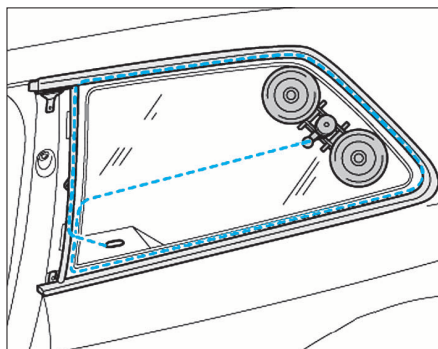

FIG. 3
- Découper complètement le cordon de colle suivant le cheminement (Fig.3).